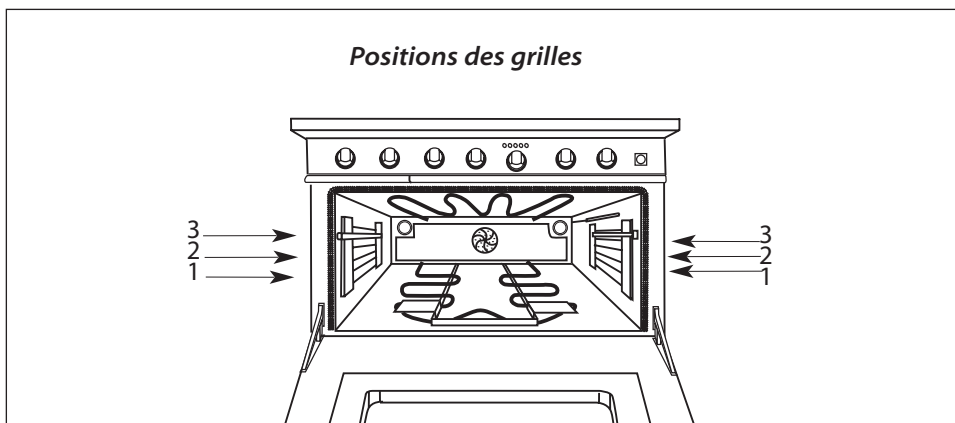

FIG. 1
*vérifiez que vous disposez de tous les éléments suivants; si certaines pièces manquent, contactez DCS au (888) 281-5698. Veuillez avoir à portée de main le numéro de modèle et de série ainsi qu'une description du problème.*
2) Placez les grilles du four dans la bonne position avant d'allumer le four. Consultez votre recette pour connaître la bonne position de la grille. La position la plus fréquente est la position numéro 2. Les positions des grilles sont numérotées de bas en haut comme les étages d'un bâtiment. (Fig. 1)